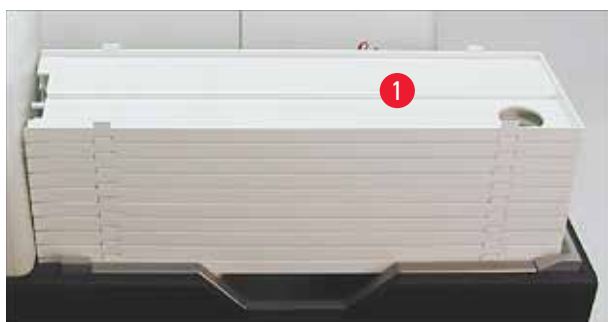

Fig. 39
1. Poser la pile de plateaux (→ "Fig. 39-1") sur la plaque élévatrice de la station de prélèvement (→ "Fig. 39").